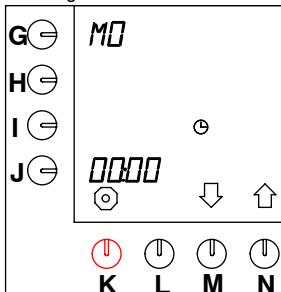

Fig. 31 Fecha y hora actual
- Mantenga apretada la tecla de programación (N.)↑ hasta que en el display aparezca fig. 31 . (Fecha y hora actual)
- El display muestra intermitentemente el ajuste de la hora junto a la tecla de programación, ver fig. 31 .